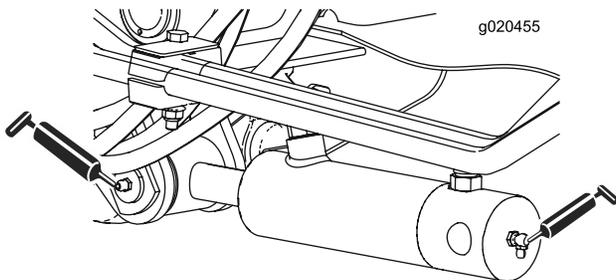

Figura 63
- Casquillos de los cilindros del brazo de elevación (2 en cada uno) (Figura 63)